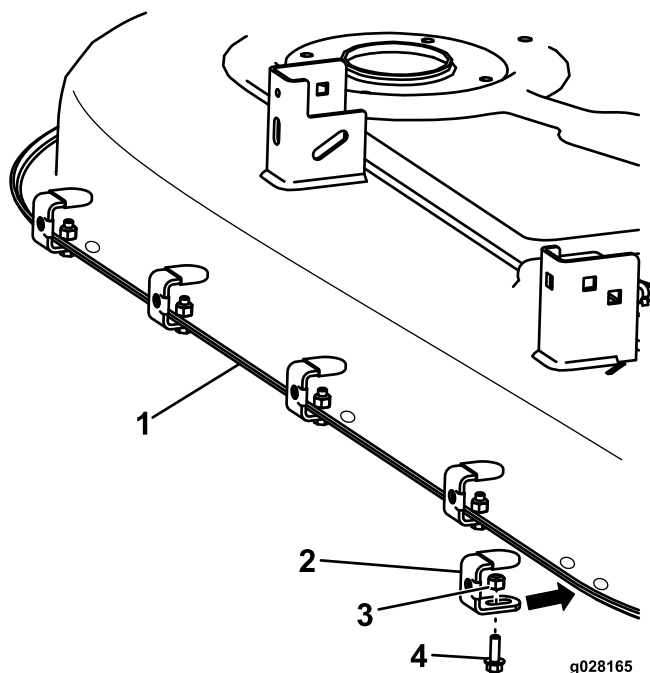

Figura 2
3. Instale los soportes ensamblados en los taladros indicados en Figura 2 usando los 5 pernos (1/4 x 3/4 pulgada) y cinco contratuercas (1/4 pulgada). Sujete el tapón de goma del soporte contra la parte trasera de la carcasa y apriételo. Utilice el taladro izquierdo para el soporte central. Utilice los taladros exteriores para los soportes exteriores.